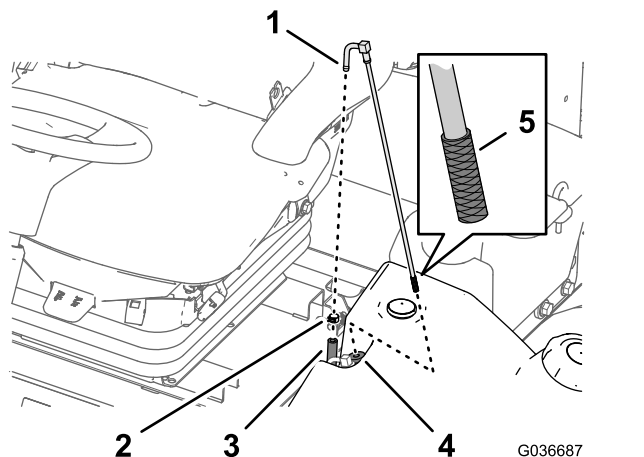

図 65
2. フィッティングからホースを取り外す図 65。
3. 燃料タンクから燃料供給チューブを取り出す図 65。
4. 燃料供給チューブの端部のスクリーンにたまっているごみをいねいに取り除く図 65。
5. ゴム製ブッシュを通して燃料タンク内部へ燃料供給チューブを挿入する図 65。
1. 燃料供給ホースを燃料供給チューブに固定しているホースクランプを外す図 65。